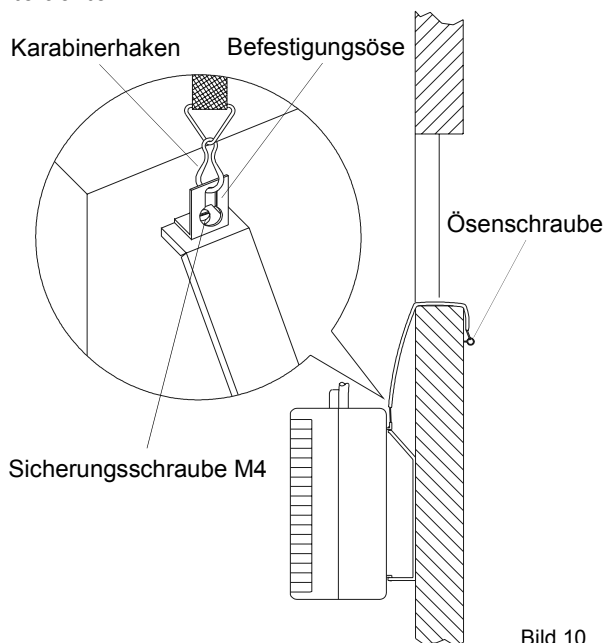

Bild 10
3. Hängen Sie das andere Ende der Befestigungsriemen in die bauseits an der Wand oder Brüstung anzubringenden Ösenschrauben ein (Bild 10).